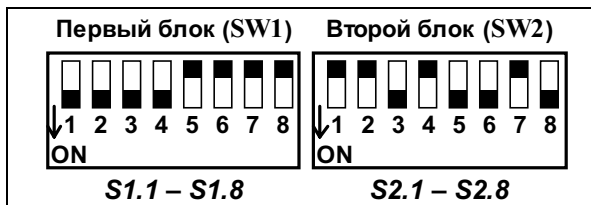

Рис. 8. Вид микропереключателей модема
Режим работы приемника и передатчика модема устанавливается с помощью микропереключателей. Микропереключатели расположены в окне на боковой стенке модема (Рис. 8). Микропереключатели обеспечивают:
Обозначение «S2.3» означает – «микрорелепереключатель 3 второго блока». Каждый из шестнадцати микрорелепереключателей модема имеет два положения: **On** и **Off**. На Рис. 8 приведена заводская установка микрорелепереключателей. Назначение микрорелепереключателей приведено ниже (см. Таблица 1).
Установка скорости синхронного обмена осуществляется микропереключателями S2.1 и S2.2, см. Рис. 8. Скорость обмена модема должна соответствовать скорости обмена ООД (DTE).
2. Установить замыкатель линейного тракта в розетку RJ-45 на задней стенке модема, а микропереключатели на боковой стенке, в соответствии с заводской установкой см. Рис. 8 на стр.12.
После подключения модемов к физической линии необходимо произвести их настройку. Настройка модемов заключается в определении и установке оптимального коэффициента ослабления приемника модема путем подбора положения микропереключателей *S1.1...S1.4* при заранее установленных микропереключателях *S1.6, S2.1, S2.2* (см. Рис. 8). Настройке подлежат оба модема, образующих канал связи. Для осуществления процедуры настройки необходим омметр с пределом измерения 0...1000 Ом и питанием от гальванических элементов.